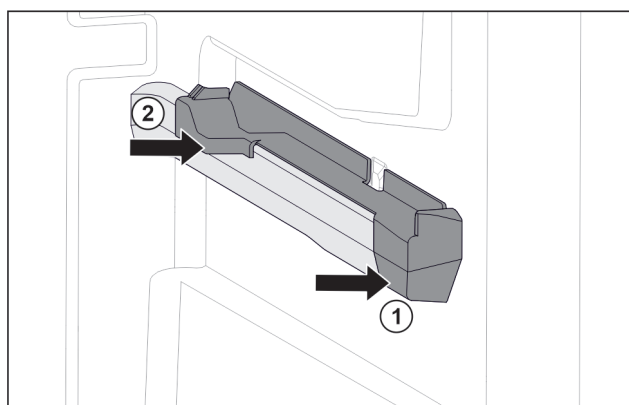

Fig. 76 Nasazovací díl na pravém žebrování na nádoby
- Nasadte nasazovací díl na žebrování na nádoby. Fig. 76 (1)
- Přitlačte nasazovací díl k zadní části. Fig. 76 (2)